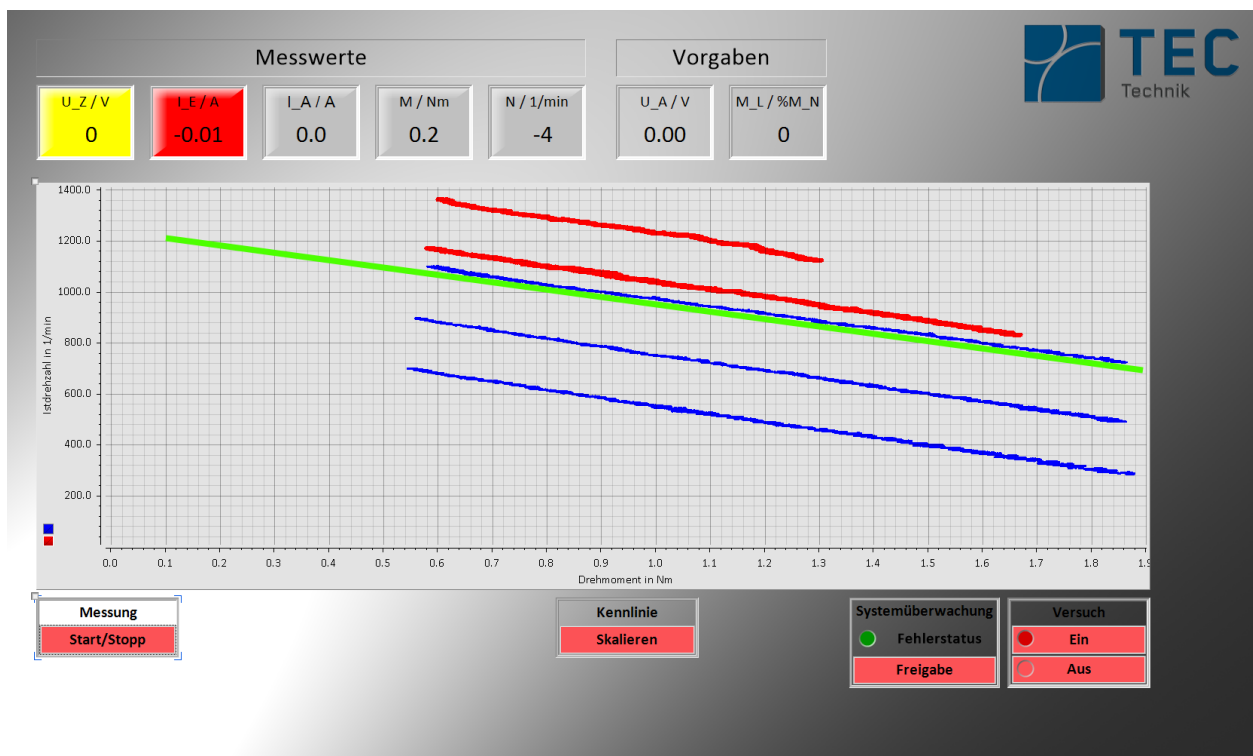

Abbildung 7.1: Drehzahl-Drehmomentkennlinie aus dem Labor Antriebstechnik
a) Abbildung 7.1 zeigt die Drehzahl-Drehmomentkennlinie, die beim Versuch im Labor Antriebstechnik aufgenommen wurde. Dabei befinden sich die blauen Linien im Ankerstellbereich und die roten im Feldschwächbereich.
Die berechnete Kennlinie wird in Abbildung 7.1 in grün aufgetragen. Dabei ist zu erkennen, dass mit steigenden Lastmoment die (berechnete) Drehzahl sich weniger verringert als bei den gemessenen Linien. Dies ist auf unvermeidbare Verluste im Prüfstand zurückzuführen.